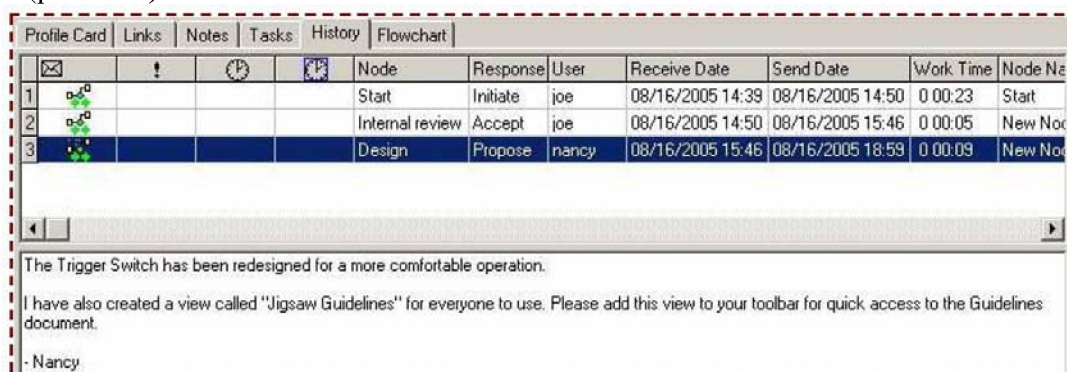

Рис.102
- Просмотрите комментарии Нэнси относительно изменений, проведенных ей для Trigger Switch (рис. 102).